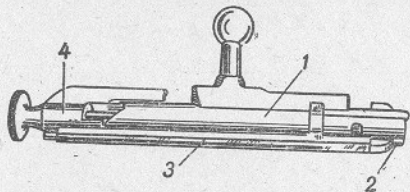

Рис. 12. Затвор:
12. Затвор (рис. 12) служит для досылания патрона в патронник, запираения канала ствола, производства выстрела и извлечения гильзы (патрона) из патронника.